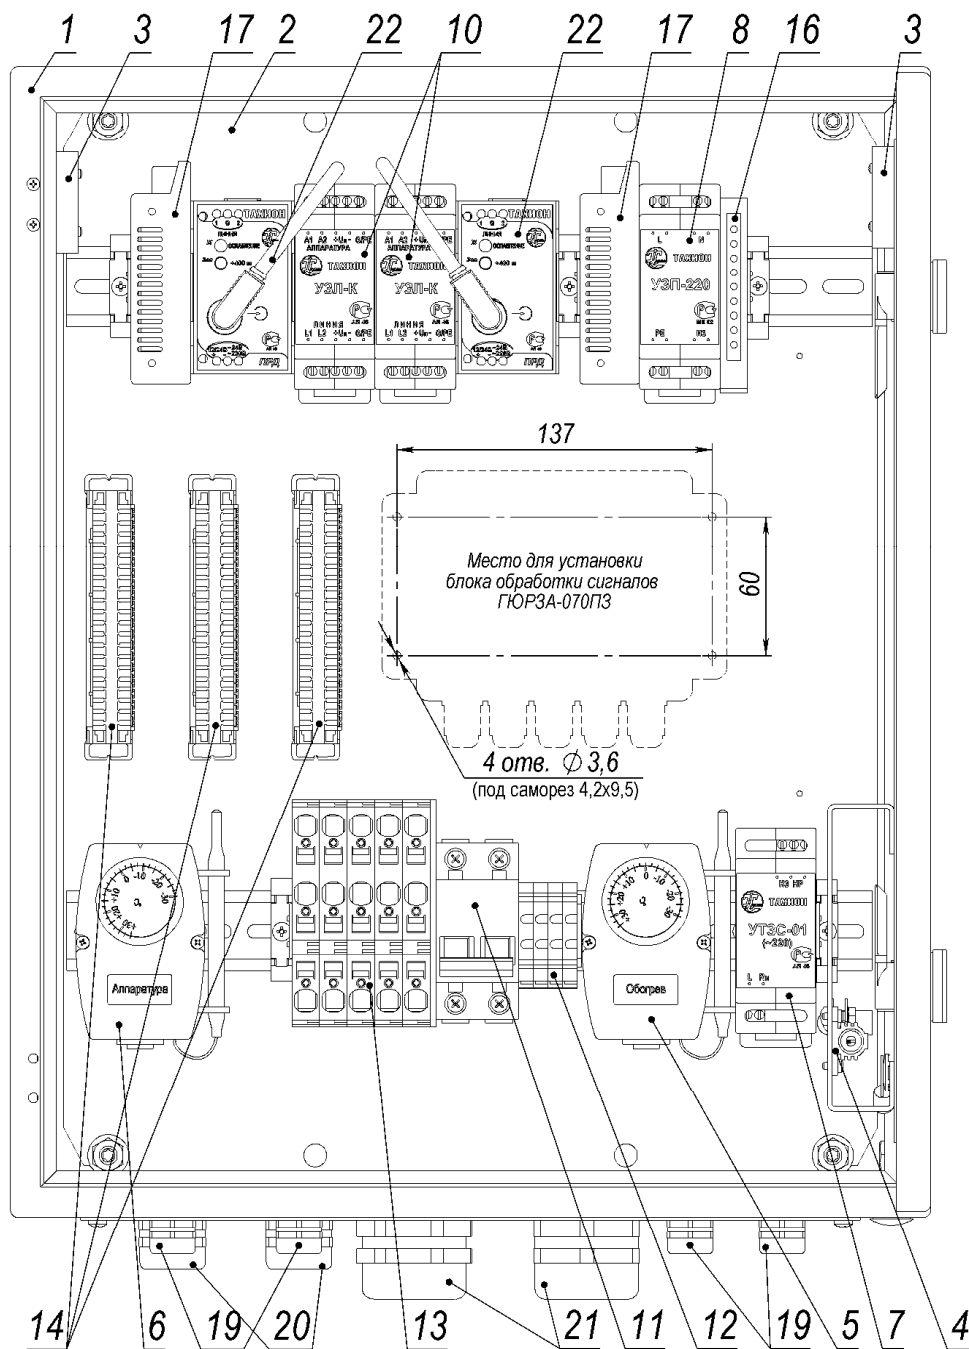
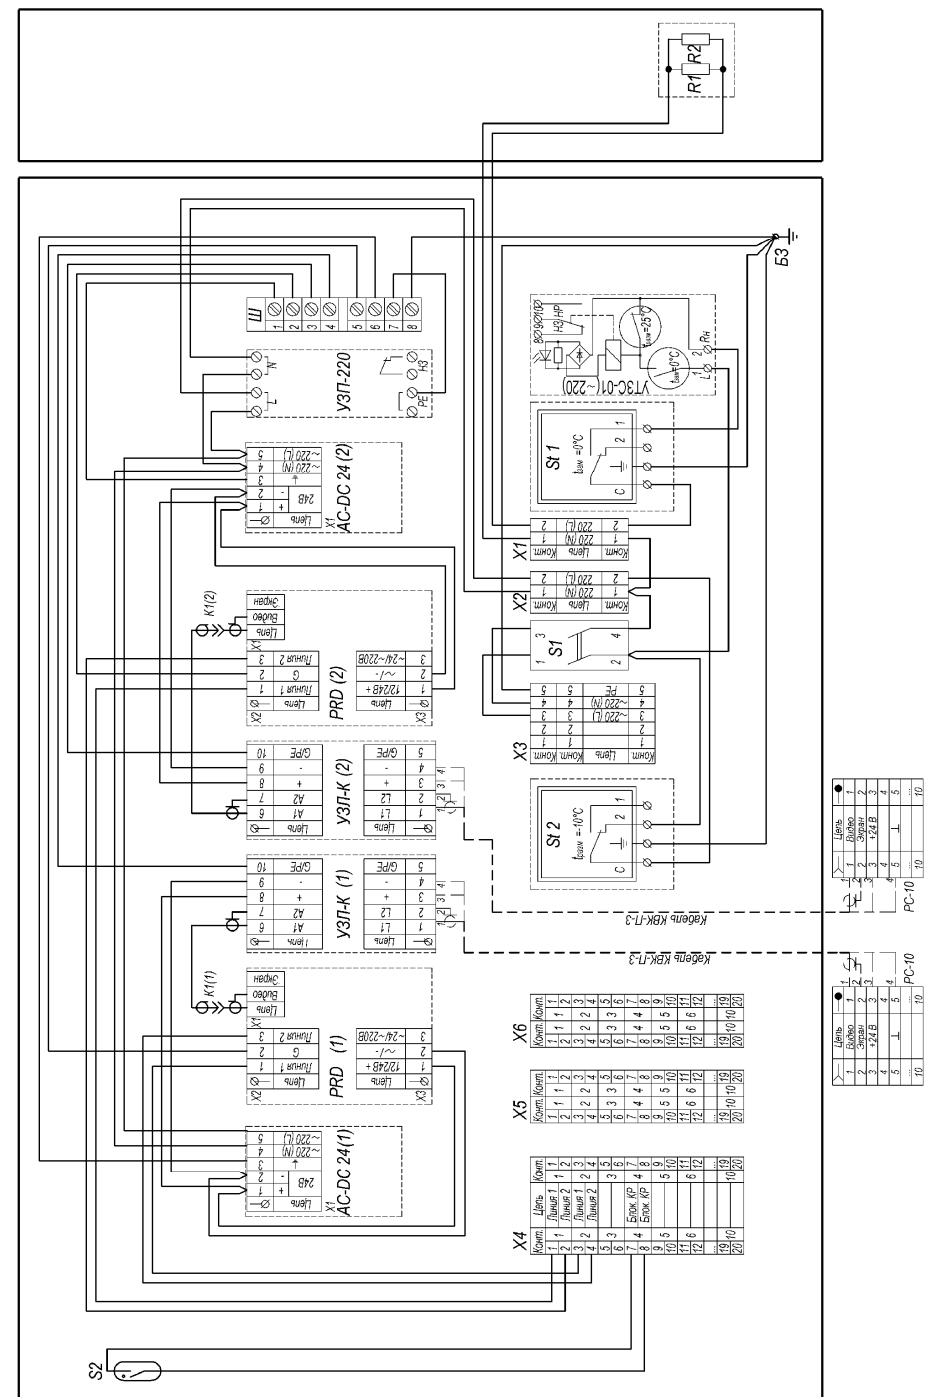

Рис. 1 Устройство термошкафа ТШ-3-04.
Рис. 2 Принципиальная схема термошкафа ТШ-3-04.
Состав изделия: см. рис.1 и рис.2 (ТШ-3-04), рис.3 и рис.4 (ТШ-3-05, ТШ-3-06), таблицу 1
Подключение цепей изделия производится в соответствии со схемой электрической принципиальной (рис.2 (ТШ-3-04), рис.4 (ТШ-3-05, ТШ-3-06)). Для подключения необходимо:
2. Заземлить болт заземления (БЗ) (рис.2 (ТШ-3-04), рис.4 (ТШ-3-05, ТШ-3-06)).
- подключить ТБК к УЗЛ-К с помощью кабеля КВК-П-3 и разъема РС-10 согласно схеме (рис.2 (ТШ-3-04) или рис.4 (ТШ-3-05));
- магнитоконтактный извещатель S2 (поз.3 рис.1 и рис.3) к внешнему устройству сигнализации через контакты 7 и 8 (4-я пара) плинта X4 (рис.2 (ТШ-3-04) или рис.4 (ТШ-3-05, ТШ-3-06)).
5. Подать напряжение питания 220В AC на клеммную колодку X3, при этом фазный провод (L) соединить с контактом 3, нулевой провод (N) с контактом 4, а провод заземления соединить с контактом 5 (PE).